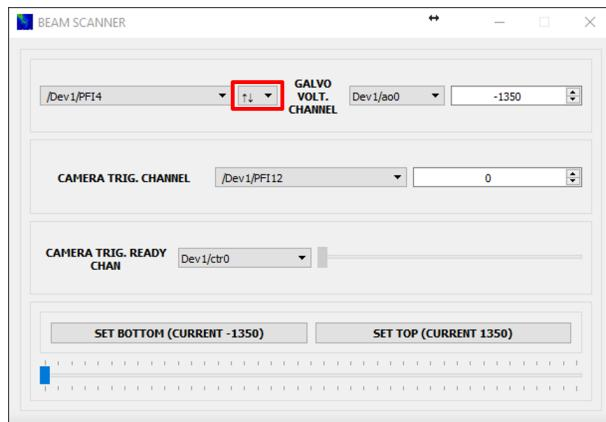

Figure 19 – Fenêtre pop-up de *Scan. and Trig.*
9. Cliquer sur le menu déroulant indiqué à la figure 19. Sélectionner l'option '-'. Cliquer sur X pour fermer la fenêtre.
2. Cliquer sur le menu déroulant indiqué à la figure 19. Sélectionner l'option ' $\uparrow\downarrow$ '.
8. Cliquer sur le menu déroulant indiqué à la figure 19. Sélectionner l'option '-'. Cliquer sur X pour fermer la fenêtre.